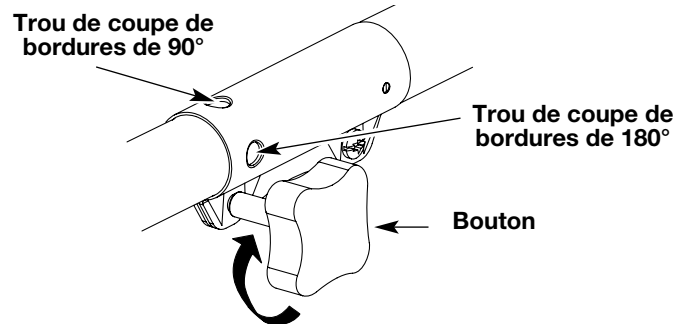

Fig. 3
4. Serrez le bouton en le tournant à droite (Fig. 3).
Pour couper les bordures à l'aide de l'accessoire à désherber à arbre droit, verrouillez le bouton de déclenchement de l'accessoire de coupe dans le **trou de 90°** ou de **180°** (Fig. 3).